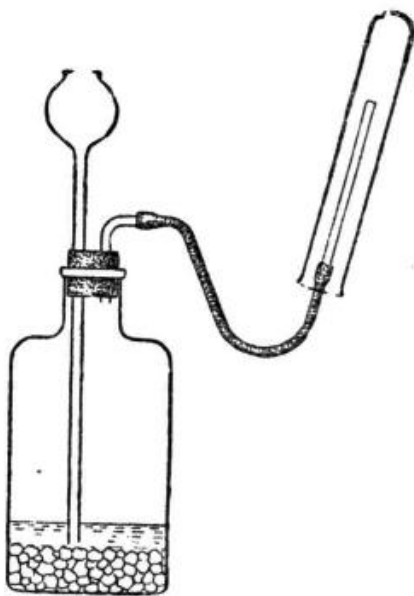

Рис. 143. Получение и соби-
Для работы нужны: прибор (рис. 143), цинк, разбавленная серная кислота, спиртовка, лучинка, стакан (сухой).
2. В банку вставьте пробку с оттянутой газоотводной трубкой и воронкой (рис. 143).